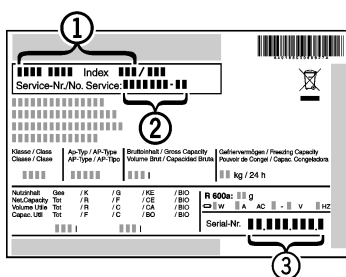

Fig. 6
- Consulter la désignation de l'appareil *Fig. 6 (1)*, le N° de service *Fig. 6 (2)* et le N° de fabrication *Fig. 6 (3)* sur la plaque signalétique. La plaque signalétique se trouve à l'intérieur de l'appareil, sur le côté gauche.
- Informer le service après-vente et lui communiquer l'erreur, la désignation de l'appareil *Fig. 6 (1)*, le N° de service *Fig. 6 (2)* et le N° de fabrication *Fig. 6 (3)*.